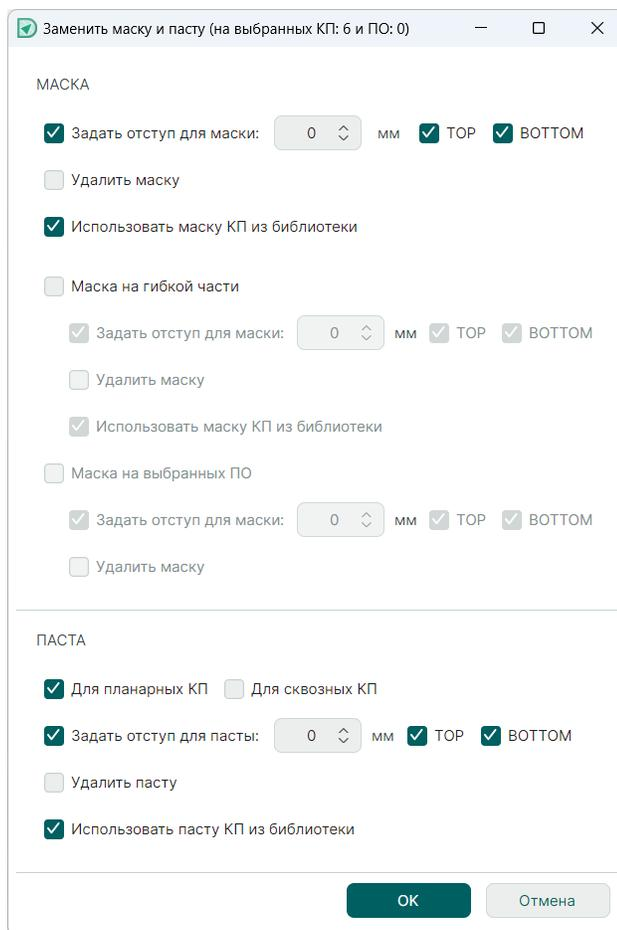

Рис. 543 Параметры замены маски и пасты
3. Вид окна «Заменить маску и пасту» представлен на см. Рис. 543.